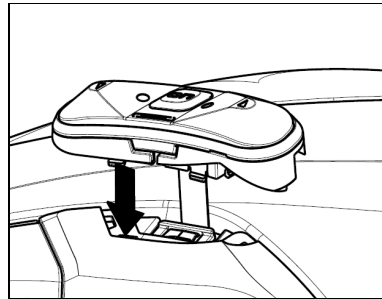

Abb. 17
- Haken Sie die Tastenvorrichtung am Helm fest und lassen Sie die dafür vorgesehenen Haken einklinken (Abb. 17);